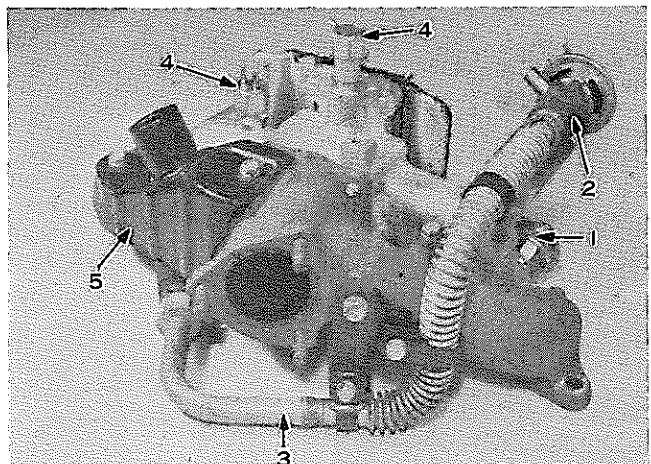

図4-8-7 マニホルド分解 (18R-U)
16R-Jは図4-8-7の④のガス フィルタのみを取りはずしてマニホルドを分解する。